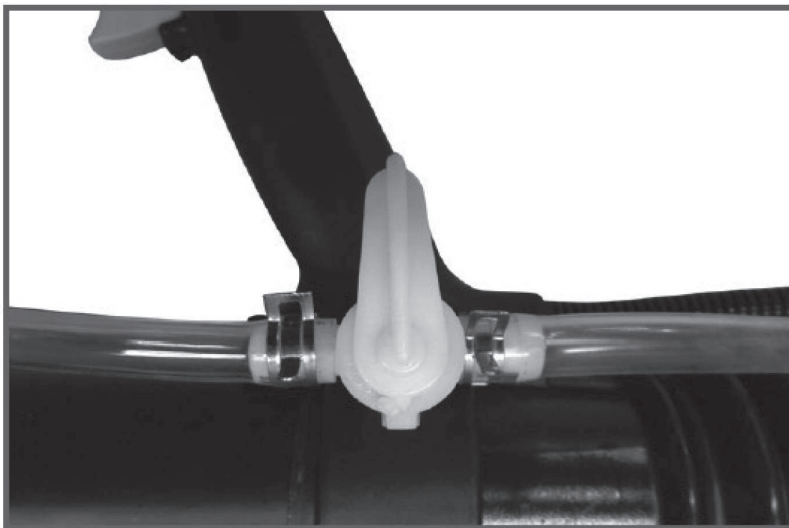

Рис. 6
- Установите выпускной и напорный шланги на штуцеры вентиля подачи раствора и при необходимости закрепите их хомутами (Рис.6).